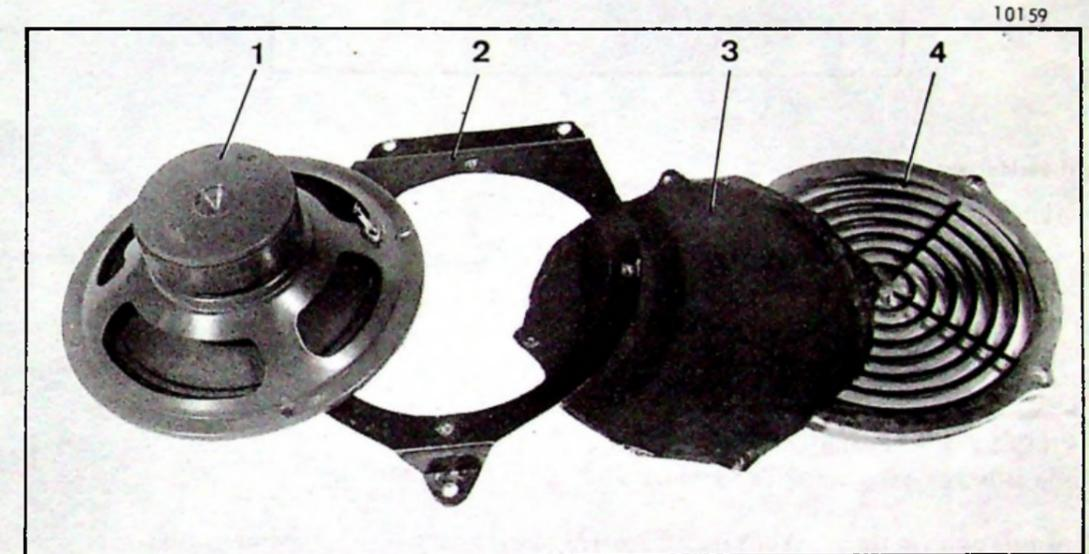

Fig. 3
- le haut parleur (1),
- le support métallique (2),
- la grille de protection (4).
b) PIECES A SUPPRIMER (fig. 3)